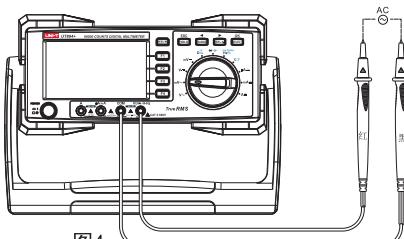

图4
- (1) 将红表笔插入“V”插孔，黑表笔插入“COM”插孔。
- (2) 将仪表的旋转开关转到mV~，如图4. 将表笔并联到待测电源或负载上